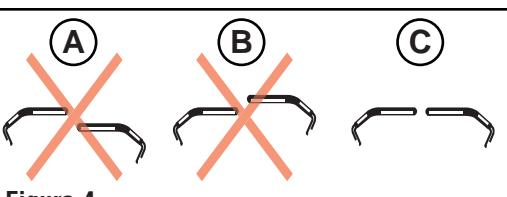

Figura 4
- Ajuste de alineación de las palancas:** Desde la posición neutra, gire las palancas de control de aceleración/dirección hacia el centro de la máquina. Si una de las palancas se inclina más hacia adelante (B, Figura 4) o hacia atrás (A) que la otra palanca, gire las palancas hacia delante o hacia atrás para alinearlas (C). Apriete los pernos de montaje.